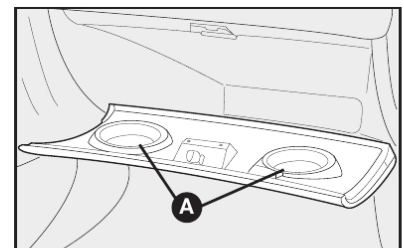

fig. 44
Na tampa, existem as sedes **A** para colocar, com o veículo parado, um copo ou uma latinha **fig. 44**.
- fig. 44
A lâmpada possui três posições - fig. 44: